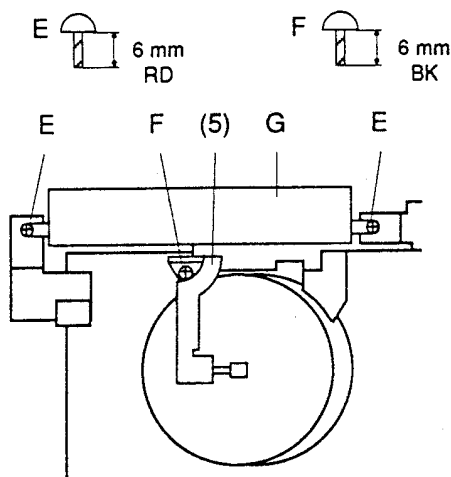
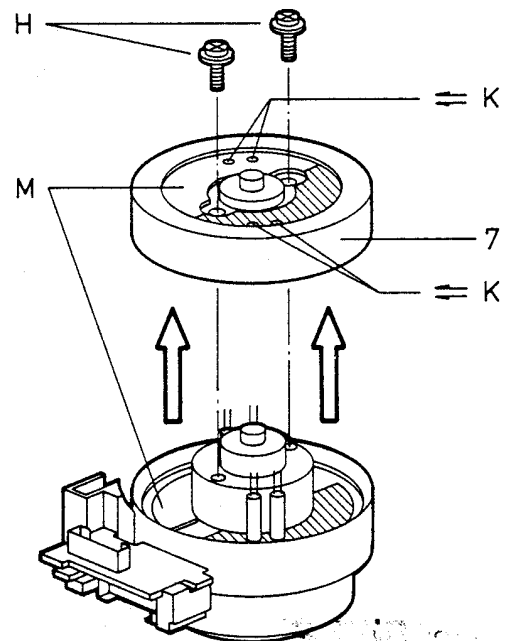
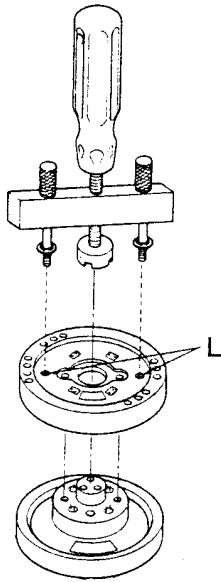
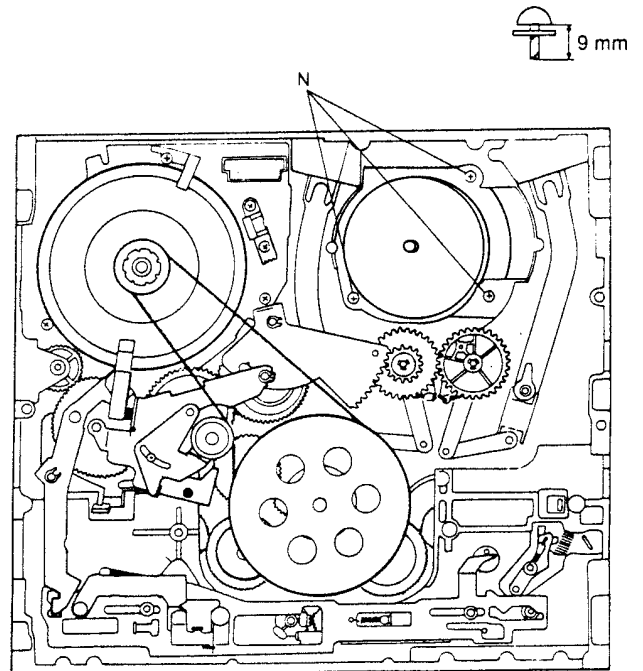

Fig. 11
Fig. 12
Fig. 13
Fig. 16
- Schrauben "F", "H" herausdrehen und Erdungsfeder (5) entfernen (Fig. 11 / Fig. 12).
- Kopfscheibenanschlüsse "K" entlöten, Außenring der Kopfscheibe (7) leicht anwärmen (z.B. Föhn) und Kopfscheibe (7) vorsichtig abziehen (Fig. 12).
- Gegebenenfalls Kopfscheiben-Abziehvorrichtung verwenden (Fig. 13). Hierzu die Abziehvorrichtung in den Gewindelöchern "L" der Kopfscheibe befestigen und den Handgriff im Uhrzeigersinn drehen bis die Kopfscheibe von der Achse abgezogen ist.
- Remove the screws "F" and "H" and then the earthing spring (5) (Fig. 11/12).
- Unsolder the head wheel connections "K". Warm up the outer ring of the head wheel (e.g. Hairdryer) and pull the head wheel (7) off carefully.
- If necessary use the head wheel extractor (Fig. 13). For this locate the extractor into the holes "L" drilled in the head wheel and rotate the handle in the clockwise direction until the head wheel is pulled off the shaft.
- Aprire i punti di saldatura "K" e riscaldare leggermente con un phon l'anello esterno della ruota testine (7). Sollevare attentamente la ruota testine (7) (fig. 12). Eventualmente impiegare la chiave speciale illustrata in fig. 13, fissandola nei fori "L" e ruotandola in senso orario fino a staccare la ruota testine dal perno.
7.3 Austausch des Bandtrommelbausteins Ausbau des Bandtrommelbausteins (6)
- 3 Schrauben "E" und "F" herausdrehen (Fig. 11).
- Kopfverstärker "G" und Erdungsfeder (5) entfernen.
- 3 Schrauben "N" entfernen (Fig. 16) und Bandtrommelbaustein (6) vorsichtig aus dem Laufwerk ziehen.
- Bandtrommelbaustein (6) ins Laufwerk stecken und 3 Schrauben "N" eindrehen (Fig. 16).
- Erdungsfeder (5) mit Schraube "F" befestigen (Fig. 11).
7.3 Replacing the Tape Drum Module Removing the Tape Drum Module (6)
- Remove the 3 screws "E" and "F" (Fig. 11).
- Remove the head amplifier "G" and the earthing spring (5).
- Remove the 3 screws "N" (Fig. 16) and pull the Tape Drum Module (6) carefully out of the mechanics.
- Place the Tape Drum Module (6) into the mechanics and tighten the 3 screws "N" (Fig. 16).
- Refit the earthing spring (5) with the screw "F" (Fig. 11).
7.3 Sostituzione del tamburo nastro (6) Smontaggio
- Svitare le tre viti "E" e "F" (fig. 11).
- Togliere l'amplificatore delle testine "G" e la molla di masse (5).
- Togliere le tre viti "N" (fig. 16) ed estrarre il tamburo nastro (6) dalla meccanica.
- Inserire il tamburo nastro (6) nella meccanica ed avvitare le tre viti "N" (fig. 16).
- Fissare la molla di massa (5) con la vite "F" (fig. 11).